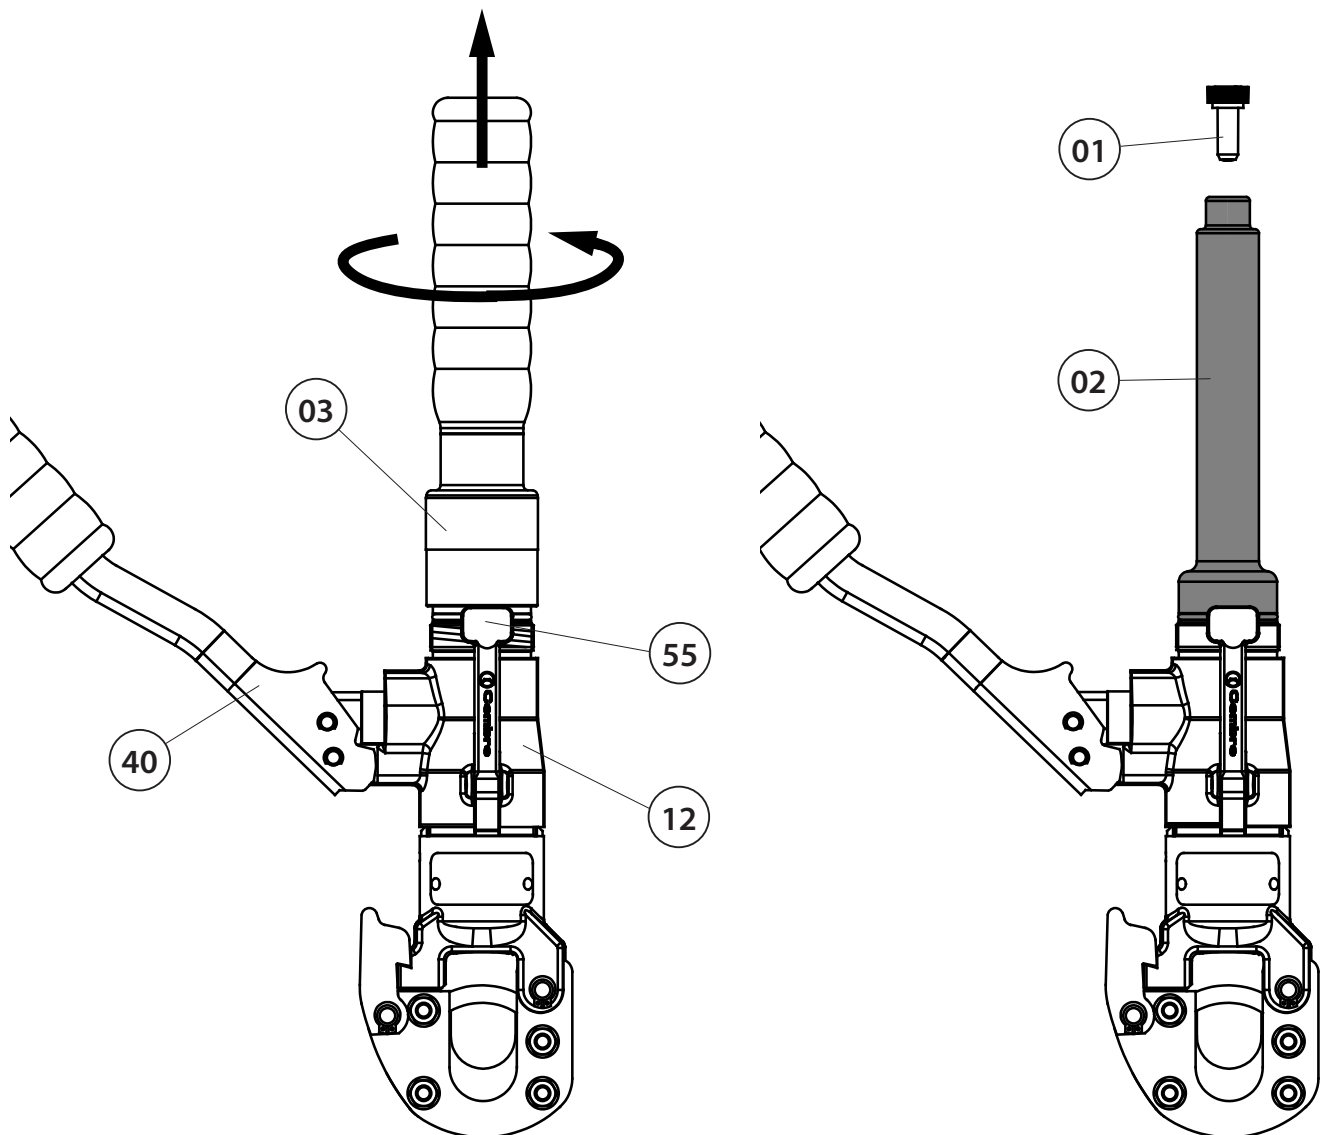

FIG. 3 TOOL POSITION FOR MAINTENANCE OPERATIONS
4. MANUTENZIONE (Rif. a Fig. 3)
- a – Capovolgere l'utensile e bloccarlo in una morsa in posizione verticale (rif. Fig. 3) con il manico mobile (40) divaricato.
- b – Svitare dal corpo (12) il manico fisso (40) e sfilarlo completamente, mettendo in vista il serbatoio di gomma (02) dell'olio.
- c – Estrarre il tappo (01) del serbatoio dell'olio.
- d – Azionare tre o quattro volte il manico mobile (40), facendo avanzare il pistone (28).
- e – Rilasciare la pressione dell'olio tramite la leva (55), fino a che il pistone non sia arretrato completamente ed in modo che l'olio sia ritornato tutto nel serbatoio.